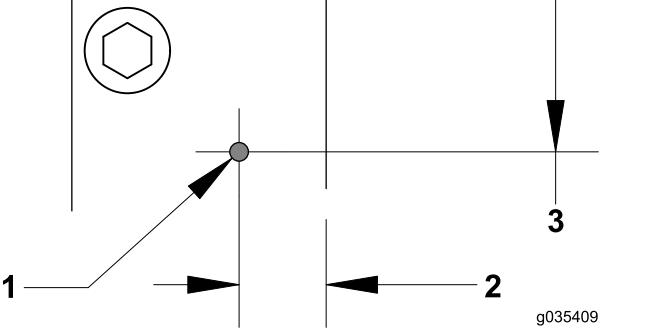

Figura 5
1. Localize e faça o furo seguinte para a tampa da tomada (Figura 5).